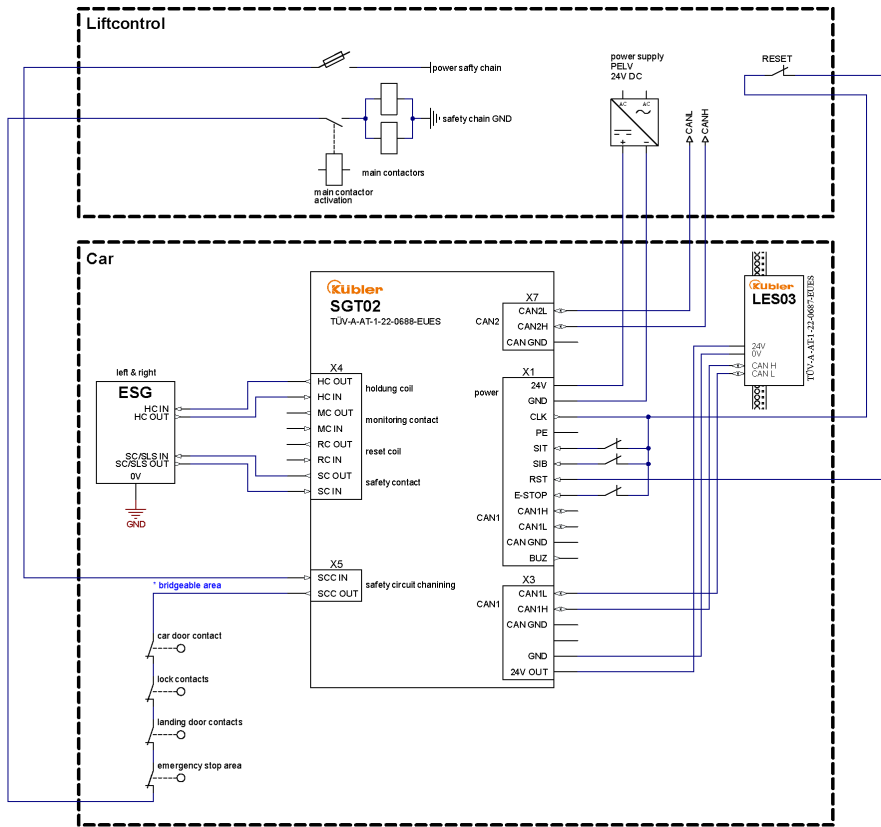

Fig. 1: Ejemplo sin rearme (reset) del paracaídas electromecánico (ESG).
- Las variantes sin dispositivo de rearme (8.SGT02.x2xx.xxxx) deben conectarse de acuerdo con la Ilustración 1 [P 199].